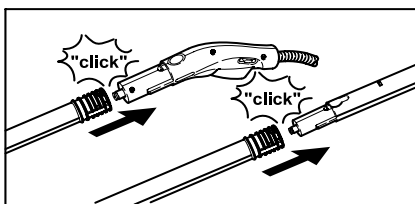

Bild 4
- Använd förlängningsrören vid behov (G1). Montera ett eller båda förlängningsrören på ångpistolens (C1), (se bild 4). Skjut på erforderliga tillbehör (D1, E1, H1) på förlängningsrörets fria ände.